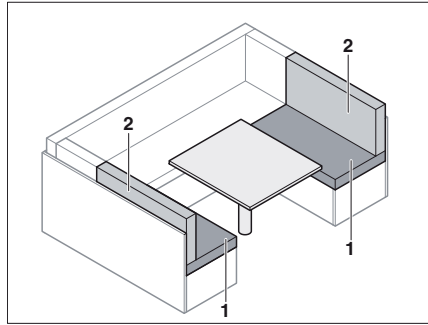

Fig. 70 Avant la transformation
- Retirer les coussins de dossier (Fig. 70,2).